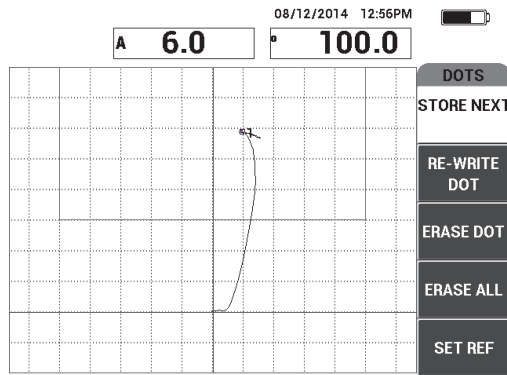

Figura 6-48 Il primo punto registrato
6. Premere **REGISTRA SUCC.** (tasto A) per registrare il primo punto (vedere Figura 6-48 a pagina 173).